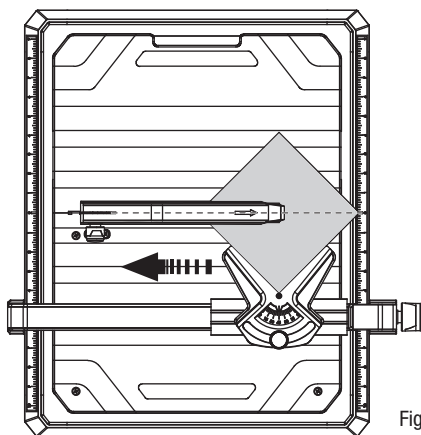

Fig. 12
**POUR FAIRE UNE COUPE DIAGONALE À 45° (Fig. 12)**